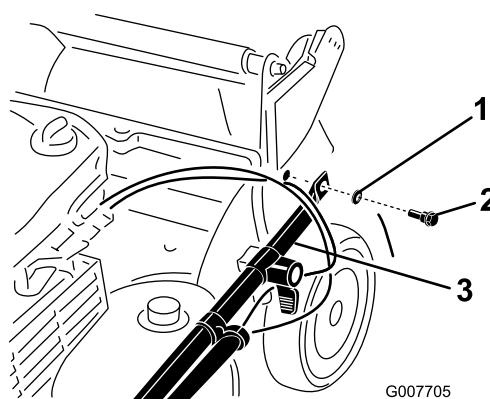

Figure 3
2. Fixez les extrémités du guidon au carter de tondeuse avec 2 rondelles et 2 boulons (Figure 3), **mais ne serrez pas les boulons**.
Important: Acheminez les câbles à l'*extérieur* du guidon (Figure 3).